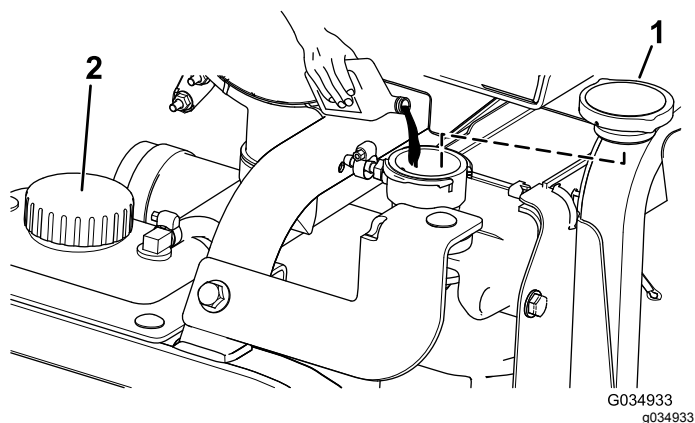

Figura 112
- 5. Encha o radiador com líquido de refrigeração até ficar nivelado pela porta de enchimento (Figura 112).